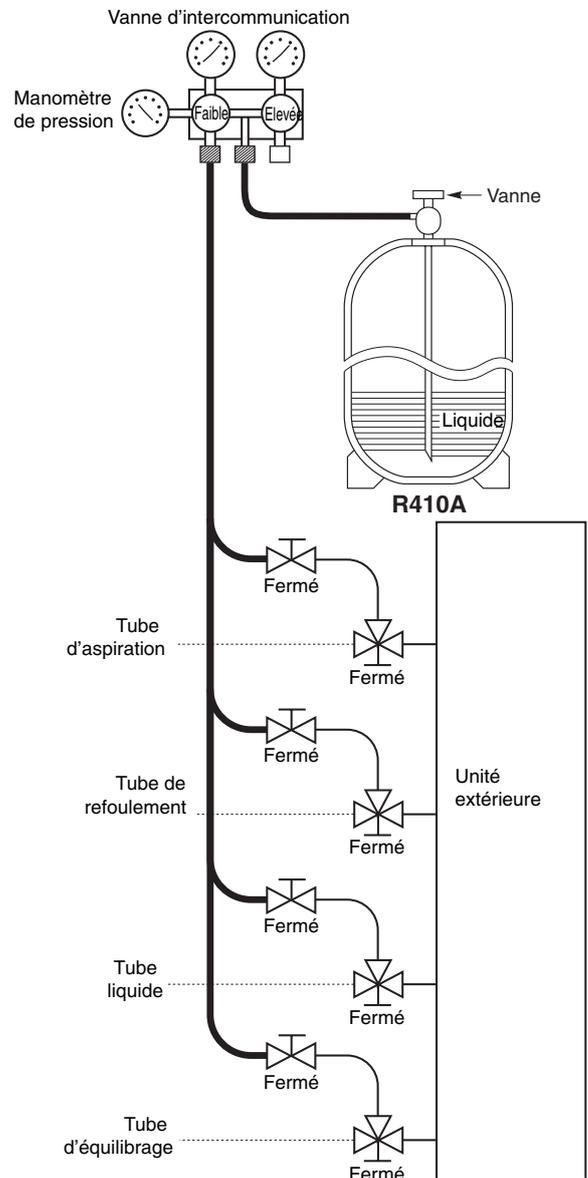

Fig. 8-5
- Le complément de charge est calculé à partir de la longueur du tube liquide. (Fig. 8-5)